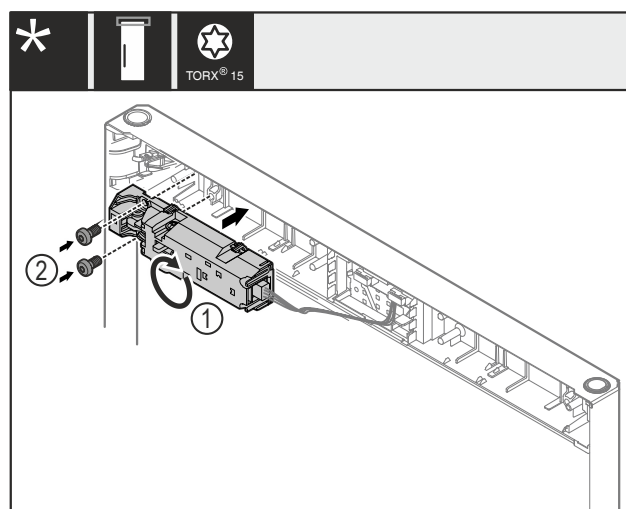

Fig. 24
- Fernschloss Fig. 24 (1) um 180° drehen und auf Gegenseite montieren.
- Fernschloss Fig. 24 (1) mit Schrauben Fig. 24 (2) befestigen.